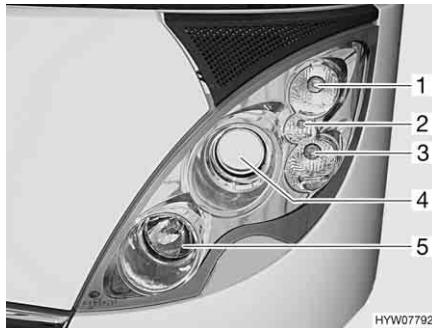
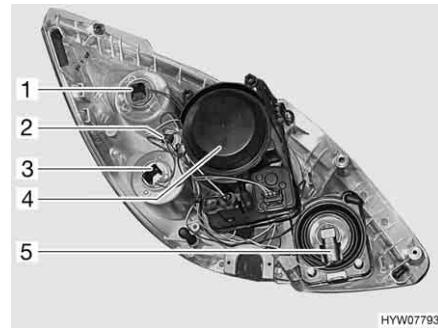

Fig. 117 Fari anteriori (lato anteriore)
Fig. 118 Fari anteriori (lato posteriore)
(Fig. 117,1 e Fig. 118,1)**
(Fig. 117,2 e Fig. 118,2)**
**Luce diurna (Fig. 117,3 e
(Fig. 117,4 e Fig. 118,4)**
**Abbagliante (Fig. 117,5 e